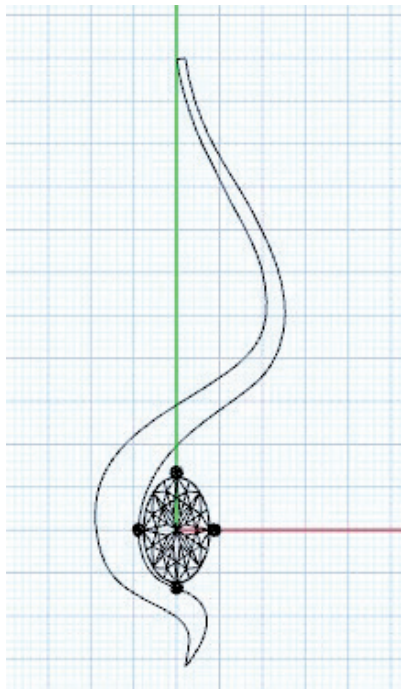

Рис. 84. Контур части пера павлина
2. С помощью инструмента Control point curve строим линиями часть стилизованного пера павлина (рис. 84).